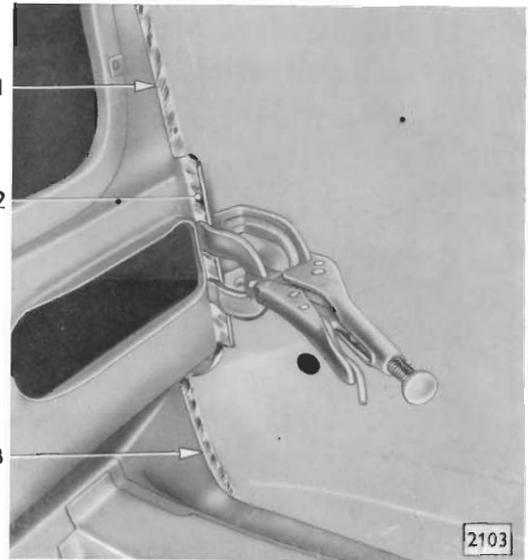
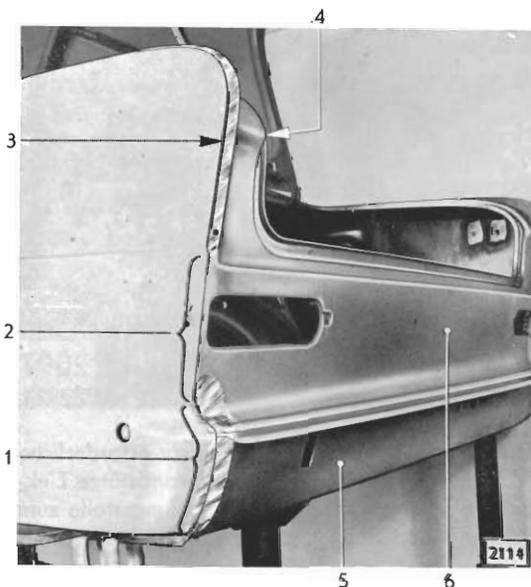

Bild 112 - Hinterer Seitenwandflansch liegt an Kofferraumrückwand – Ansicht der linken Wageninnenseite
Bild 111 - Hinterer Seitenwandflansch liegt an Kofferraumrückwand und Bodenblechseitenteil bzw. Stoßstangenabdeckblech – Ansicht der linken Wagenaußenseite
- 8 Seitenwand an Kofferraumrückwand und Stoßstangenabdeckblech (siehe auch Bild 111 und Bild 112)
2 Die Lage dieses Flanschstückes ist in Bild 112 ersichtlich